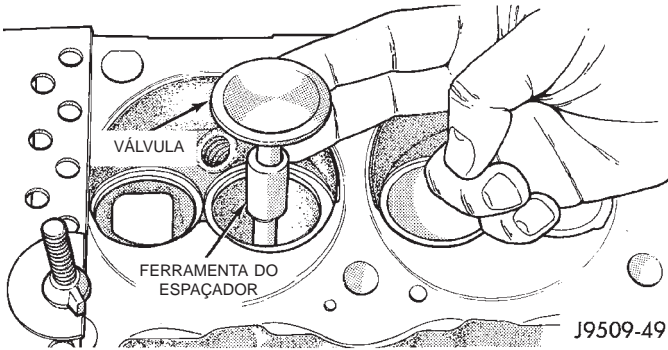

Fig. 63 Posicionamento da Válvula com a Ferramenta C-3973
(1) Instale a Ferramenta de Bucha da Guia da Válvula C-3973 sobre a espiga cilíndrica da válvula e instale a válvula (Fig. 63). A bucha especial coloca a válvula na altura correta para verificação com um indicador de quadrante.